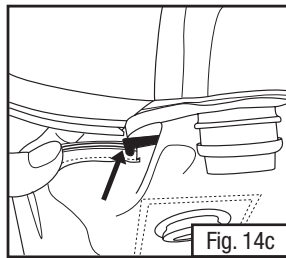

Fig. 14c
- Sujete la junta del chaquetón negro y tire para dejar al descubierto el borde de la junta en el que se une a la banda elástica (Fig. 14c). Alinee el borde de la junta con el borde de la ranura en el casco. Presione la junta firmemente en la ranura en secciones pequeñas, intentando evitar el chaquetón. Comience en un extremo y trabaje en una dirección. Cuando llegue al extremo de la ranura del casco en el otro lado desde donde comenzó, la junta del chaquetón puede extenderse ligeramente más allá del borde de la ranura - esto es aceptable -, pero es fundamental que ambas costillas estén totalmente insertadas en la ranura.